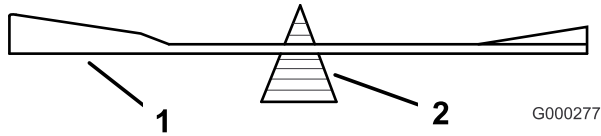

Bild 58
2. Überprüfen Sie die Auswuchtung des Schnittmessers auf einer Ausgleichsmaschine (Bild 58). Wenn das Schnittmesser in seiner horizontalen Position bleibt, ist es ausgewuchtet und kann wieder verwendet werden. Feilen Sie, wenn das Schnittmesser nicht ausgewuchtet ist, vom Flügelbereich des Messers etwas Metall ab (Bild 58). Wiederholen Sie diesen Vorgang, bis das Messer ausgewuchtet ist.